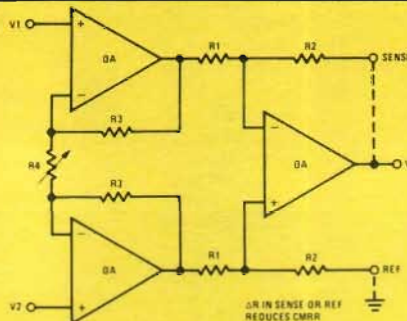

Fig 2. En instrumentförstärkare med hög undertryckning av likfasiga signaler: LHO044AC.
Fig 2 visar hur man lämpligen kopplar upp ingångssteget med tre kretsar av typ LHO44 (AC). De tre operationsförstärkarna och tillhörande motstånd finns även sammanslagna i en kapsel med beteckningen LH0036, för det fall man vill spara plats men kan nöja sig med något större drift.